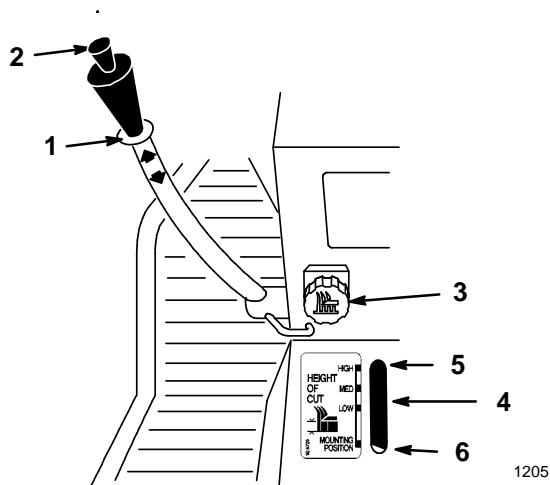

Figure 11
Le levier de relevage d'accessoires (Fig. 11) s'utilise pour relever ou abaisser divers accessoires.
Le bouton de réglage de hauteur (Fig. 11) s'utilise pour limiter la descente de l'accessoire. Le bouton peut être tourné dans un sens ou dans l'autre pour placer la limite de descente plus haut ou plus bas.
1. Placer le levier de relevage d'accessoire en position relevée, voir Relevage d'accessoires. Quand le levier est en position haute, le bouton de réglage de hauteur (Fig. 11) peut être utilisé pour déplacer la limite de descente de l'accessoire. Tourner le bouton respectivement vers la gauche ou vers la droite pour faire descendre l'accessoire plus bas ou moins bas.
2. L'indicateur de réglage de hauteur (Fig. 11) indique le déplacement de la limite vers le haut ou vers le bas lors du réglage.